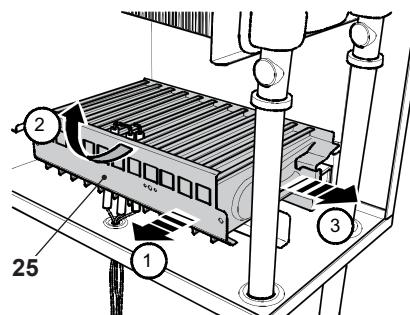

рисунок 8.2
- Извлеките горелку (рисунок 8.2), потянув ее влево, повернув вверх и извлекая ее лицевой частью вперед.